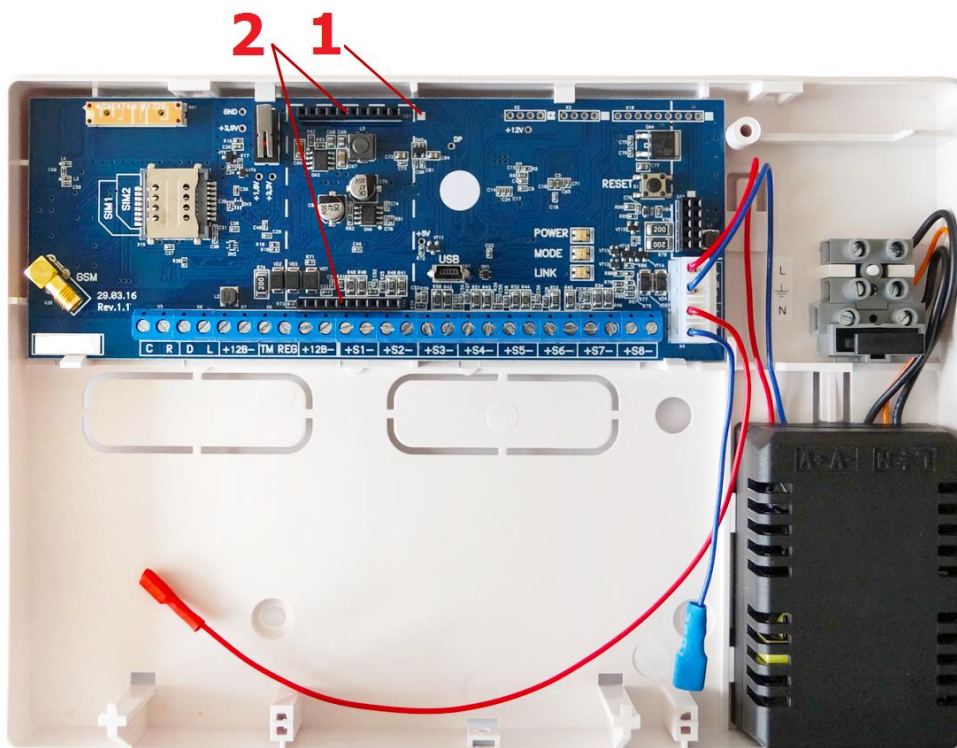

Рис. 3.2. Вид контроллера STEMAX SX810 со снятой крышкой
В качестве примера на иллюстрации (Рис. 3.2) приведена плата контроллера STEMAX SX810, на которой выделены slot для подключения модуля (2) и метка для правильной установки модуля (1).